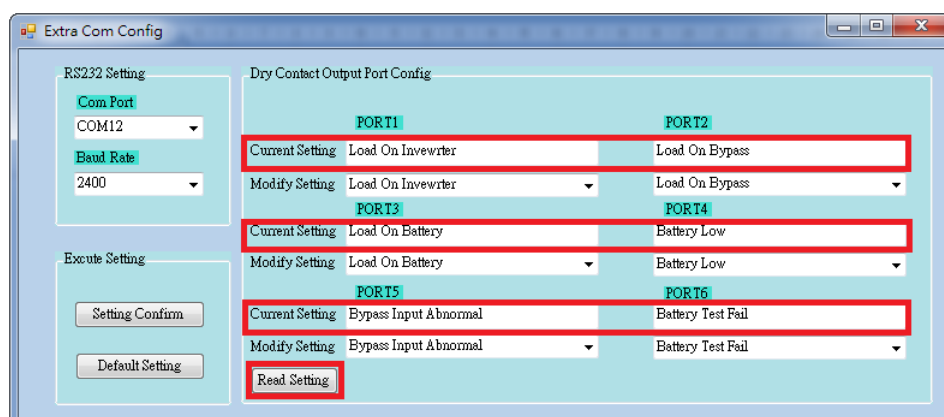

Figura 5-21
Step 3: Cliccare sul tasto "Read Setting" per controllare le impostazioni Correnti della porta uscita dry contact. Riferimento Figura 5-21.